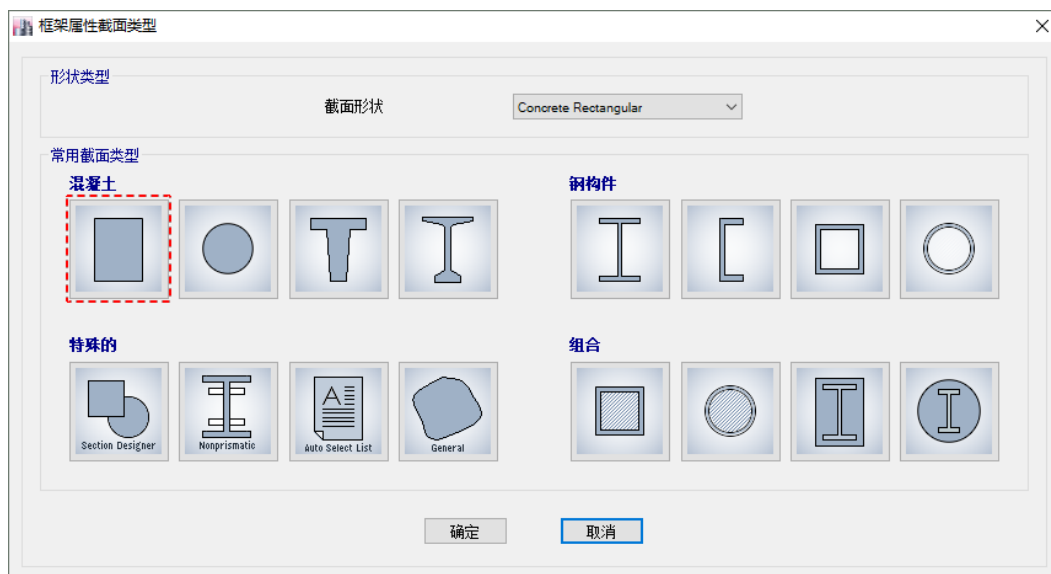

图 3-6 框架属性截面类型对话框
2. 在框架属性对话框中，点击添加新属性按钮，弹出框架属性截面类型对话框，如图 3-6 所示：